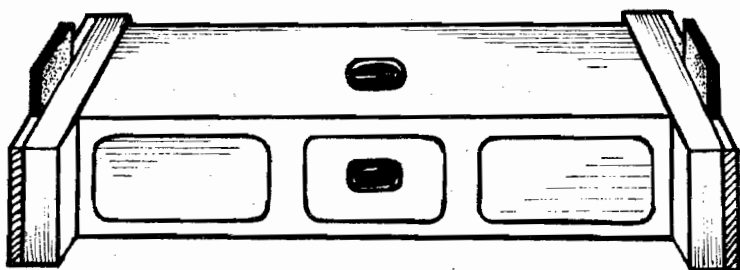

Рис. 5. Ватерпас фабричный.
**Ватерпас (уровень)** используется для проверки горизонтальных и вертикальных плоскостей. Он представляет собой деревянную или алюминиевую колодку прямоугольной формы (рис. 5). В одной из сторон колодки находится запаянная стеклянная изогнутая трубка, наполненная спиртом. Имеющийся в ней пузырек воздуха располагается при горизонтальном положении колодки в центре изгиба, отмеченном черточками. Для проверки вертикальной плоскости в коробку вмонтирована точно такая же трубка, но меньшей длины.